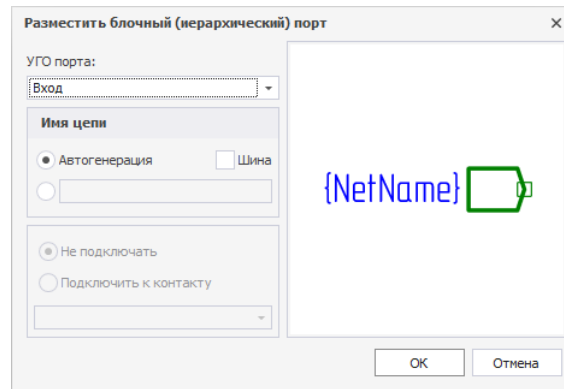

Рис. 256 Окно «Разместить блочный (иерархический) порт»
2. Установить настройки размещаемого блочного порта в окне «Разместить блочный (иерархический) порт», см. Рис. 256.